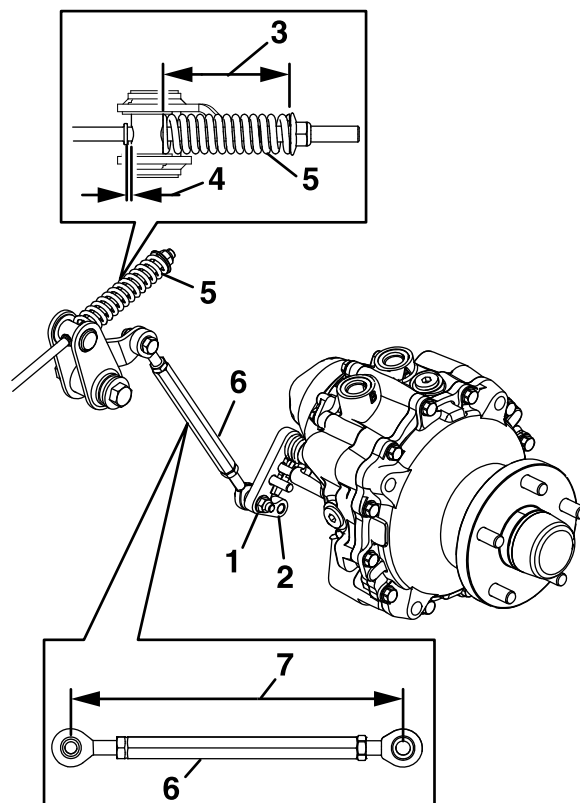

Figura 59
7. Misurate la lunghezza del gruppo attacco (Figura 59).
8. Misurate la lunghezza della molla (Figura 59).